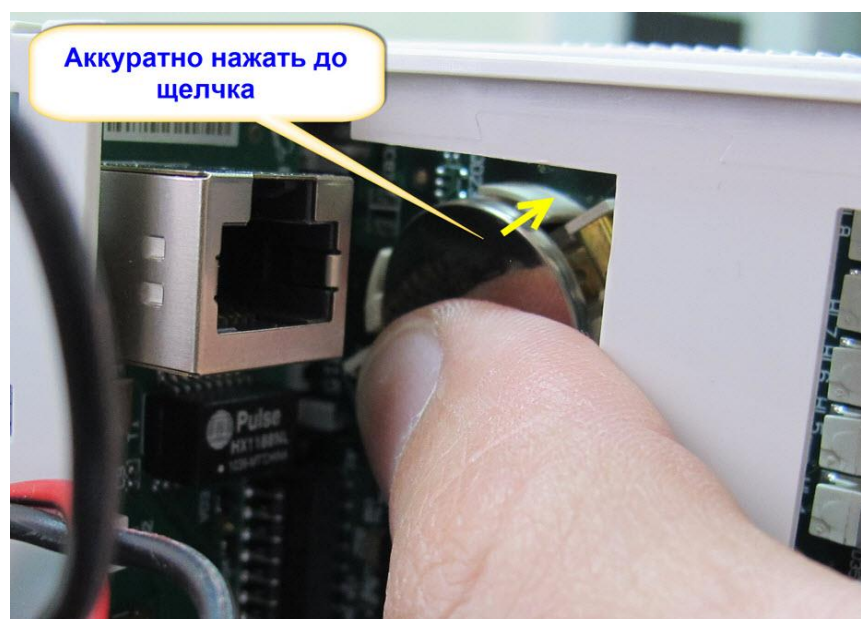

Рис. 5.9 Защелкивание батареи в гнезде
8. Аккуратно нажмите на батарею большим пальцем правой или левой руки до защелкивания в гнезде-держателе, как показано на Рис. 5.9.